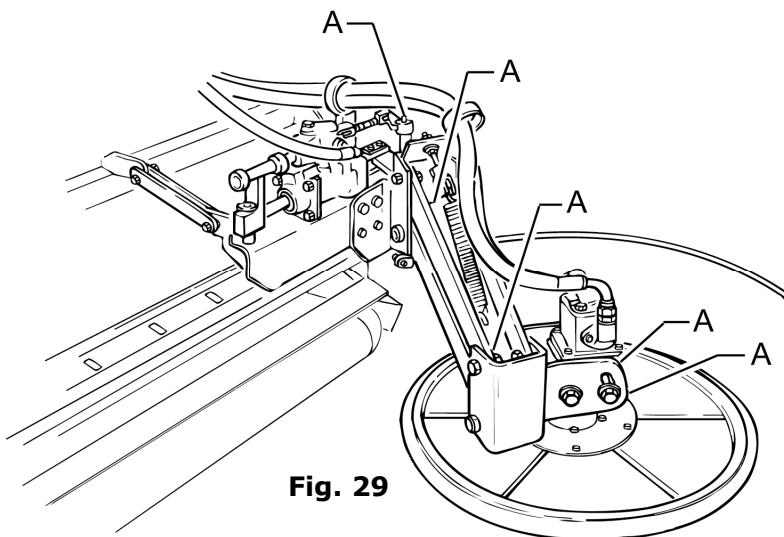

Fig. 29
- Graisser les parties du bras à travers les graisseurs A (figs. 29 et 30).